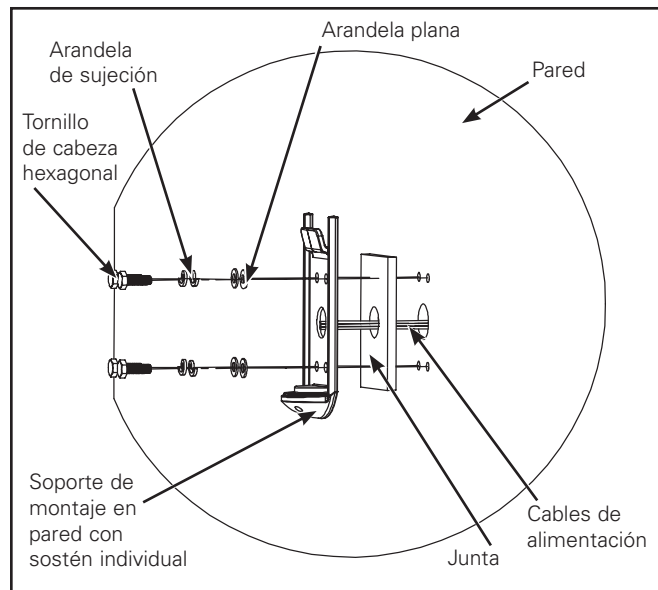

Figura 19.
1. Con la placa de montaje en pared como plantilla, perforo cuatro orificios en la pared (Figura 19). Coloque los correspondientes tornillos de anclaje a la pared (no incluidos). Coloque sello de silicona alrededor de la caja de derivación y los tornillos de anclaje.